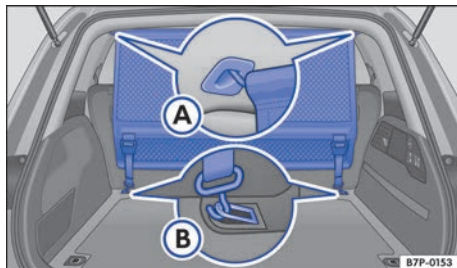

Fig. 222 En el maletero: montaje de la red de separación detrás del asiento trasero.
- Enganche la red de separación en el alojamiento trasero izquierdo del techo → fig. 222 (A). Asegúrese de tirar de la varilla hacia abajo más allá de la posición superior.
- Enganche los dos ganchos de la red de separación en las argollas de amarre traseras → fig. 222 (B) y tense las cintas.
- Desenganche los ganchos de la red de separación de las argollas de sujeción inferiores → fig. 222 (B) o (D).
- Desenganche la red de separación del alojamiento derecho del techo → fig. 222 (A) o (C) comprimiendo la varilla transversal.